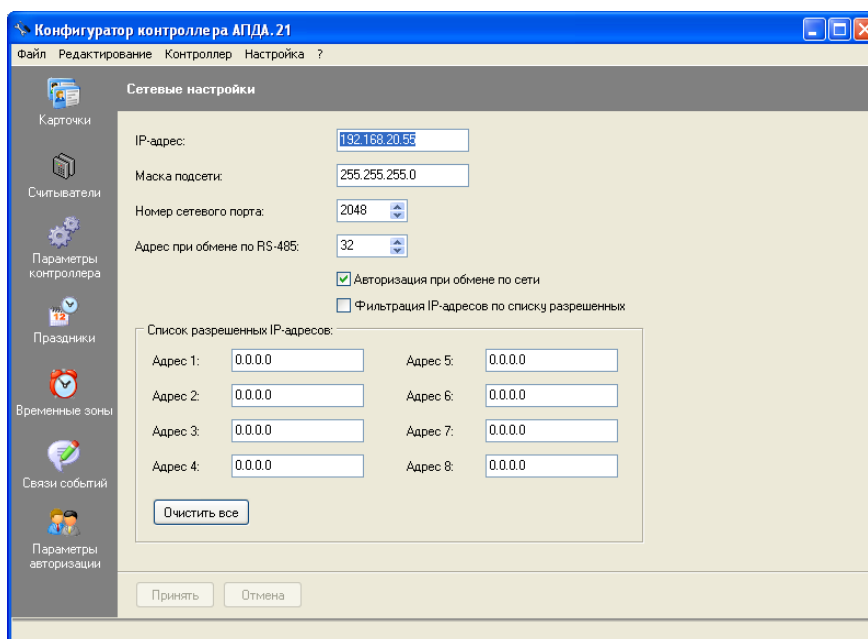

Рисунок 32
- 8) Выберите пункт меню "Редактирование/Сетевые настройки". В рабочем окне программы отобразится окно "Сетевые настройки" (см. Рисунок 32).